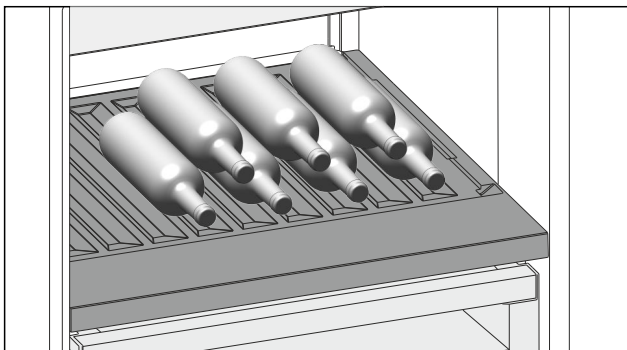

Fig. 114
- ▶ Inserire le bottiglie con il fondo rivolto verso la parte posteriore. (vedere Fig. 114)